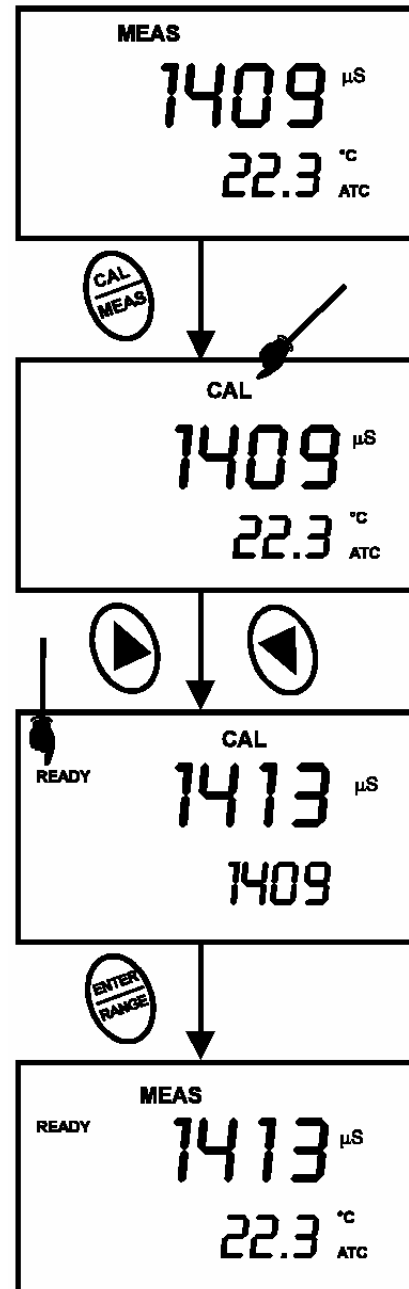

Figure 8 – Etalonnage de la conductivité
3. Plonger la sonde dans le tampon d'étalonnage. Immerger la pointe de la sonde au-delà de l'anneau supérieur en acier. Remuer doucement la sonde pour homogénéiser l'échantillon. Voir figure 8.
Voir figure 8.